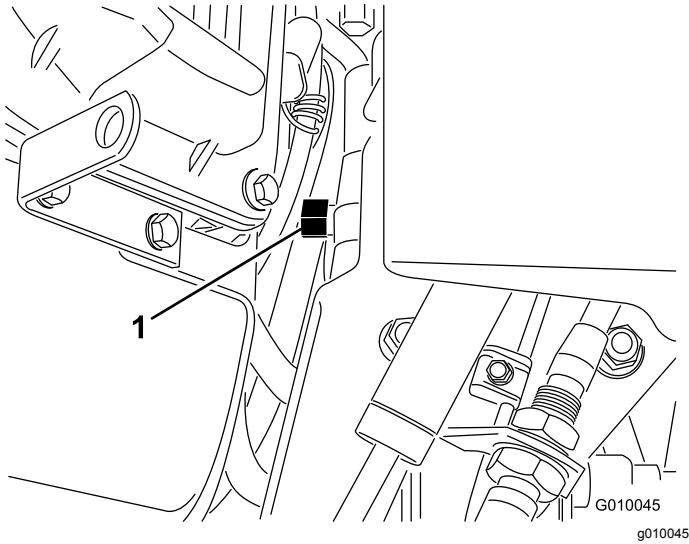

图31
2. 找到发动机与静液压泵之间的旁通阀 图31。
3. 使用 16mm 扳手将旁通阀逆时针旋转 1 圈。这样可以让液压油从泵旁通过令车轮可以转动 图31。
5. 要再次操作机器请将旁通阀顺时针旋转 1 圈 图31。